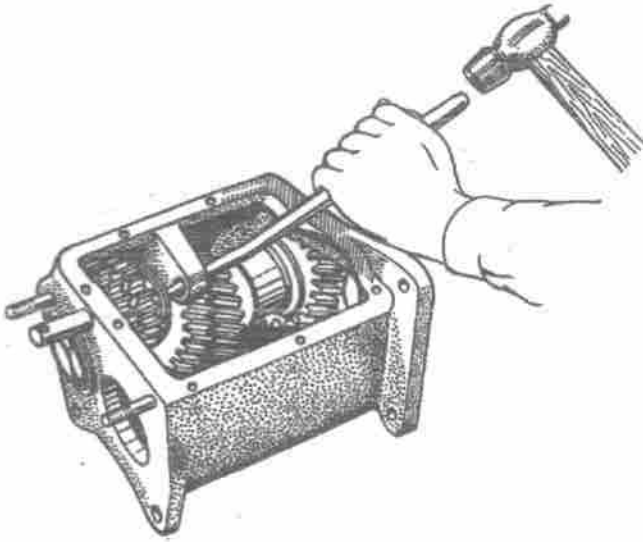

Bild 90. Herausnehmen des Räderblocks für Rückwärtsgang
4. Sicherungsschraube der Rückwärtsgang-Räderblockachse herausdrehen und Achse rückwärts ausziehen, indem gleichzeitig der Rückwärtsgang-Räderblock abgezogen wird (Bild 90).